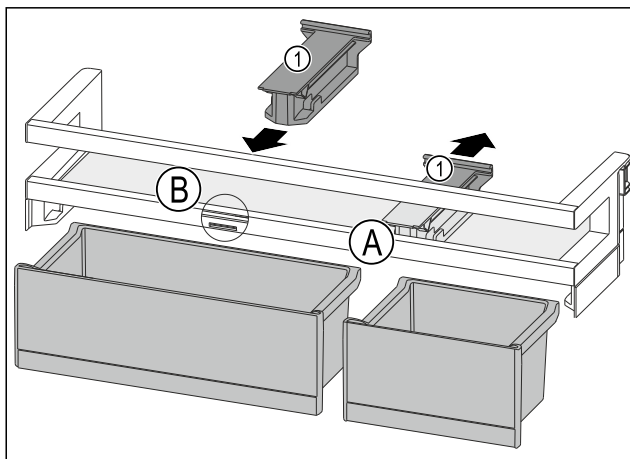

Fig. 190
- Pridržni dio Fig. 190 (1) u položaju Fig. 190 (A) skinite prema natrag.
- Pridržni dio Fig. 190 (1) umetnite u položaj Fig. 190 (B).